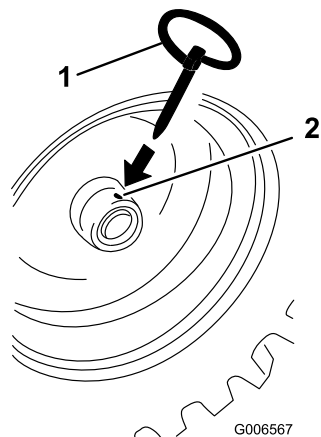

Figure 5
8. Glissez les roues vers l'extérieur et insérez les goupilles dans les trous du moyeu et le trou **extérieur** de l'essieu (Figure 5).